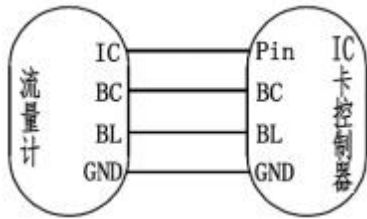

图 12-2 定标脉冲信号输出接线图
7.4.2 定标脉冲信号输出，可配套 IC 卡控制器（见图 12-2）